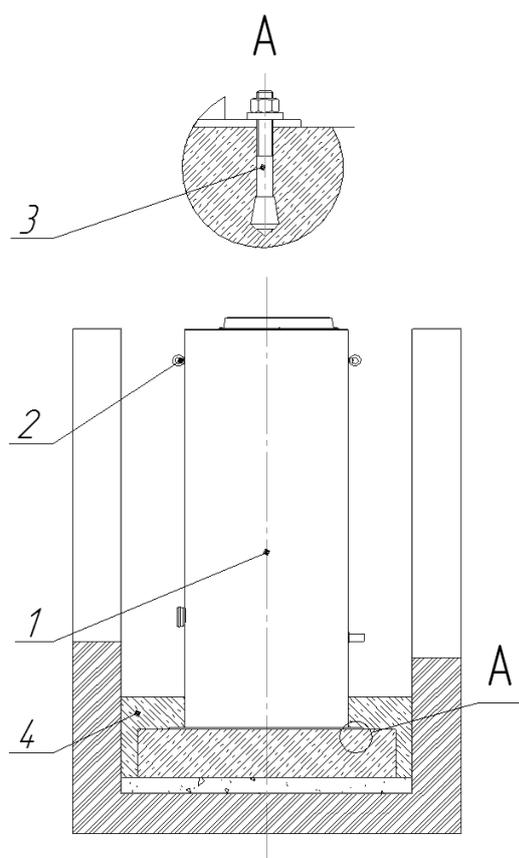

Рисунок 3 – Установка SANI-BF, крепление и устройство пригруза
Монтаж SANI-BF (1) производится грузоподъемной техникой (Рисунок 3). Строповка SANI-BF осуществляется за монтажные петли (2) посредством траверсы. После установки SANI-BF на бетонное основание проверяется вертикальность установленной SANI-BF, соосность с трубопроводами и ранее смонтированным оборудованием. Монтаж осуществлять при закрытой крышке.